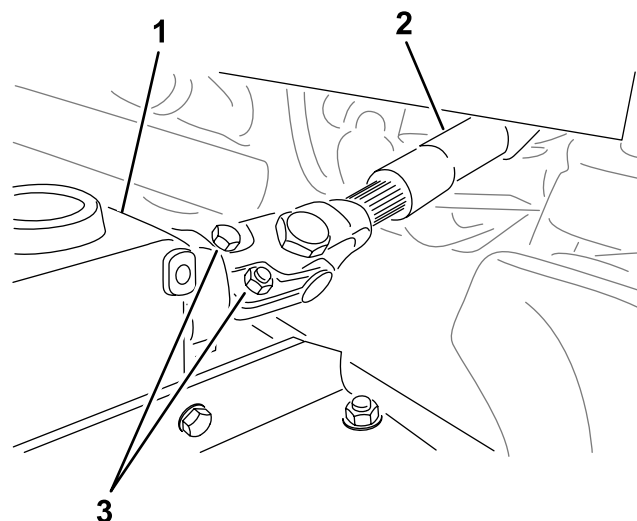

Figura 3
3. Deslice la horquilla del eje de la TDF sobre el eje de la caja de engranajes y fije los ejes con 2 pernos y tuercas en direcciones opuestas (Figura 3).
4. Apriete los pernos y las tuercas (Figura 3).